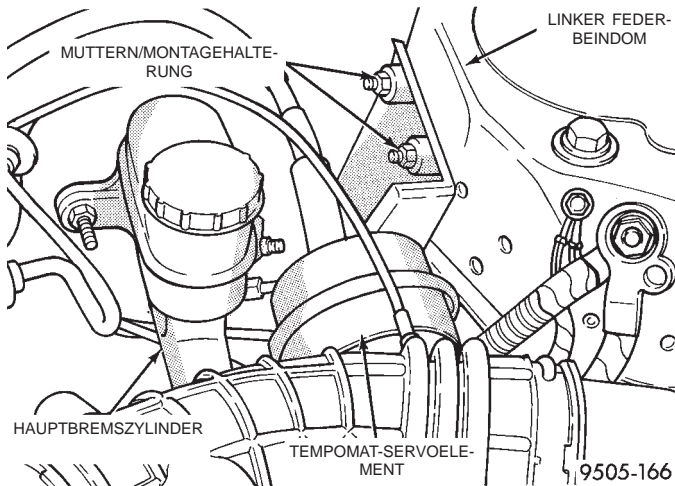

Abb. 90 Befestigung/Tempomat-Servoelement
pomat-Servolements am Federbeindom befestigt ist (Abb. 90). Ohne den Seilzug/Tempomat vom Servoelement abzunehmen, das Tempomat-Servolement beiseite schieben.
(12) Falls das Fahrzeug damit ausgerüstet ist, das Tempomat-Servolement auf die Stehbolzen am linken Federbeindom setzen (Abb. 90). Die 2 Befestigungsmuttern für die Halterung des Tempomat-Servolements ansetzen (Abb. 90). Die 2 Befestigungsmuttern mit einem Anzugsmoment von 6 N·m (35 in. lbs.) festziehen.